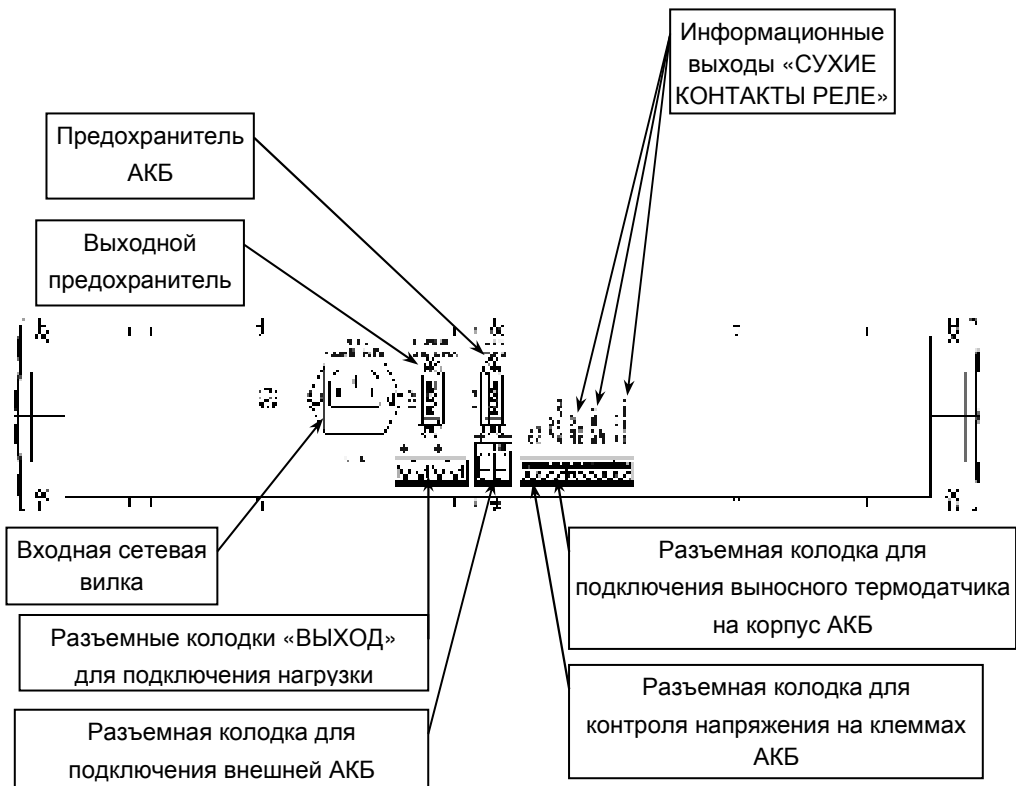

Рисунок 2 — Общий вид задней панели источника
На задней панели корпуса изделия расположены (см. рисунок 2): входная сетевая вилка, переключатель тока ограничения АКБ, разъемы информационных выходов, разъём для подключения внешней АКБ, разъемы для подключения нагрузки.
**Подключение внешних цепей к изделию** в соответствии с назначением клемм подключения (см. рисунок 2) выполняется в следующей последовательности: